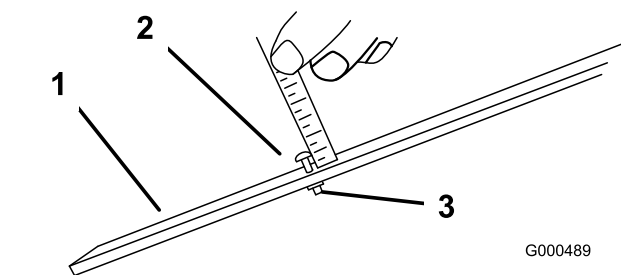

Bild 15
- Lösen Sie die Mutter an der Messlehre und stellen Sie die Einstellschraube für die Höhe auf die gewünschte Schnitthöhe ein (Bild 15). Der Abstand zwischen dem unteren Ende des Schraubenkopfs und der Stirnseite der Messlehre ist die Schnitthöhe.